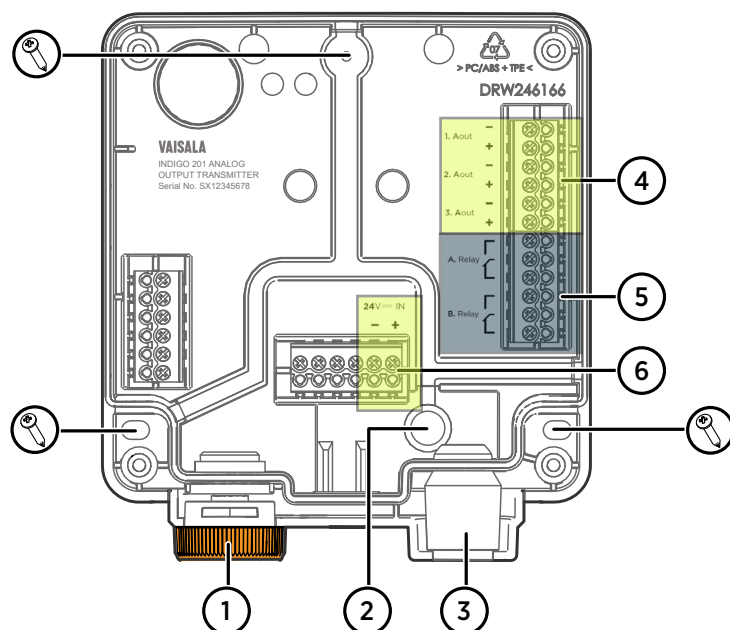

Figura 10 Posiciones de los tornillos de montaje y piezas principales de la base del transmisor Indigo201
5. Coloque la base del transmisor en la superficie de instalación y móntela con 3 tornillos. Consulte las posiciones del tornillo en Figura 10 \(página 30\).